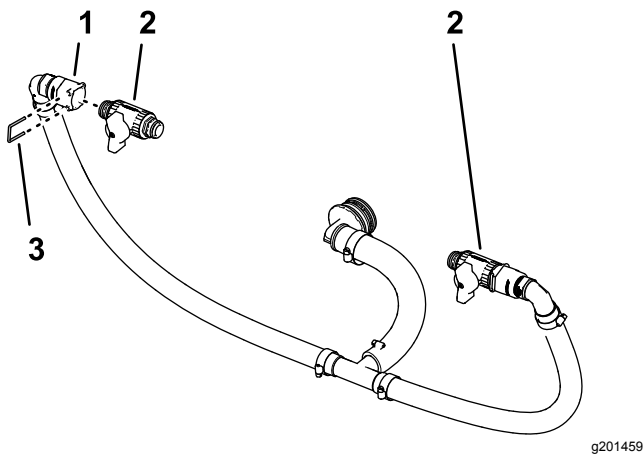

Bild 91
- Nehmen Sie die zwei Halter von den Schnelltrennanchlussstücken (Bild 91) ab, die
2. Befestigen Sie das Abstellventil in der Buchse des Schnelltrennanschlusstückes (Bild 91).